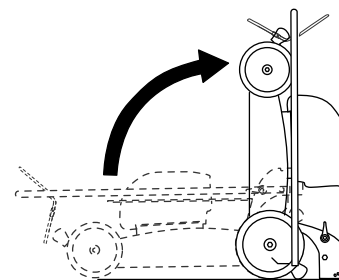

Figure 21
6. Levez l'avant de la machine par la poignée et amenez-la dans un lieu de remisage (Figure 21).